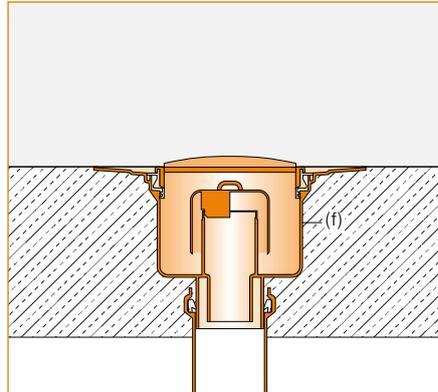

Fig. 1
1. Le corps de siphon Schlüter®-KERDI-DRAIN (f) se monte dans la structure porteuse et se raccorde au système d'évacuation des eaux (page 3, Fig. 1).